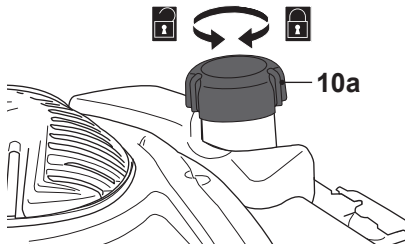

Fig. 6
- > Desenrosque y deje a un lado el tapón del depósito de combustible (10a) (Fig. 6).